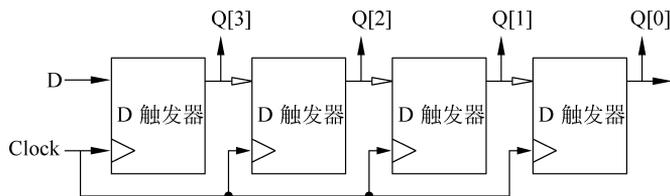

图 3-6 移位寄存器结构图
**例 3-59** 设计由边沿触发结构的 D 触发器组成的 4 位移位寄存器,如图 3-6 所示。
分析:当时钟 Clock 上升沿来到时,如果输入端的数据已经稳定,所有触发器的输出端按照输入端的状态翻转,加到寄存器输入端 D 的值被存入 D 触发器,按照图 3-6 的结构,相当于移位寄存器中原有的代码依次向右移了一位。经过 4 个周期时钟信号后,串行输入的 4 位代码全部移入了移位寄存器中,如果在 4 个触发器的输出端引出输出代码,就完成了串行到并行的转换。